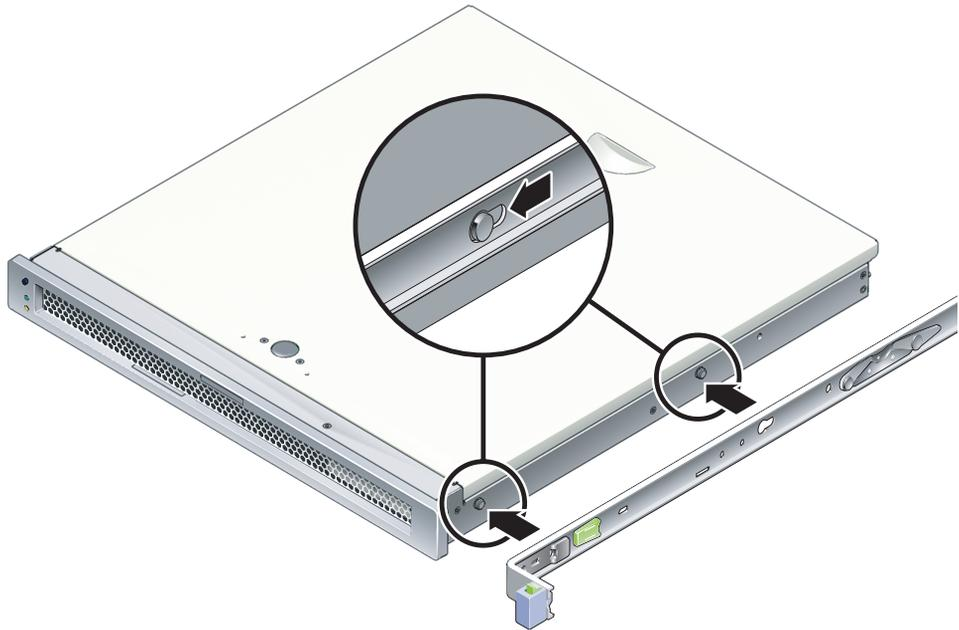

FIGURA 2-3 Instalación del soporte de montaje en la carcasa
- a. Coloque el soporte contra la carcasa (FIGURA 2-3) de forma que el botón de bloqueo de las guías quede en la parte frontal y los dos taladros del soporte queden alineados con las dos clavijas que hay en el lateral de la carcasa.
- c.** Asegúrese de que las clavijas hayan quedado aprisionadas en los respectivos taladros y que la clavija situada en la parte frontal haya quedado enganchada en el punto de bloqueo del soporte (FIGURA 2-3).